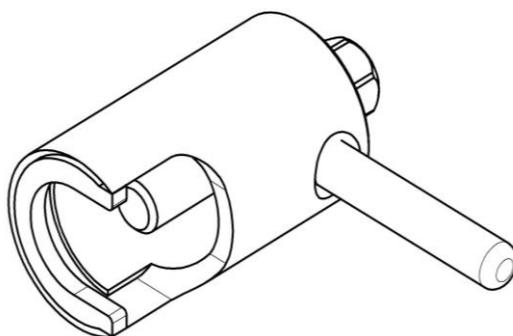

Рис. 16. Съемник крыльчатки.
4. Снять крыльчатку при помощи специального съемника (см. рис. 16)